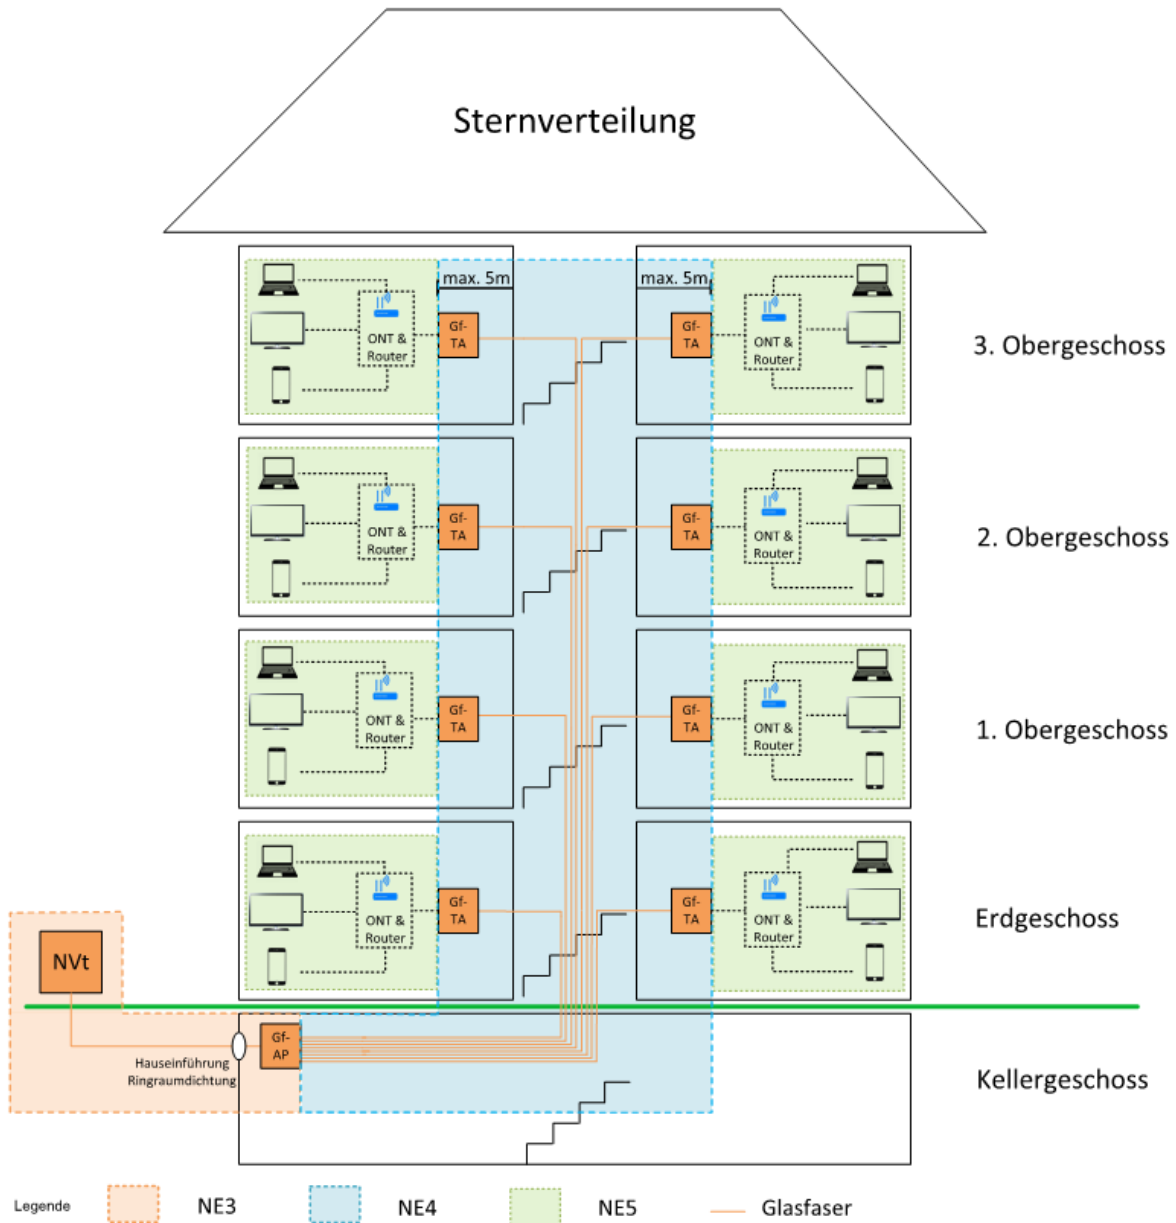

Abbildung 1 Sternverteilung im Mehrfamilienhaus
Glasfasernetze in Mehrfamilienhäusern werden unterteilt in Gebäudenetze (Netzebene 4) und Wohnungsnetze (Netzebene 5) (vgl. Abb. 1 – 3). Bei Einfamilienhäusern entfällt in der Regel Netzebene 4 (Gebäudenetze), da die Glasfaserdose (Gf-TA) im Hausanschlussraum installiert wird und hier direkt das Wohnungsnetz (Netzebene 5) beginnt.
1. Glasfaser-Anschlusspunkt (Gf-AP): Hinter der (Mehrspaten-)Hauseinführung kann das Mikrorohr eine Länge von bis zu 2 m haben (vgl. Abb. 1 – 4).
2. Glasfaserdose (Gf-TA): Die Glasfaserdose wird in maximal 5 m rund um die Wohnungseinführung platziert und benötigt in unmittelbarer Nähe (max. 2 m) eine Steckdose (230V) (vgl. Abb. 1 – 4).
3. Glasfasermodem/Router: Das Glasfasermodem und/oder der Router werden von dem Telekommunikationsanbieter im Rahmen einer Produktbuchung bereitgestellt. Dieser wird an die Glasfaserdose (Gf-TA) angeschlossen (vgl. Abb. 1 – 4).